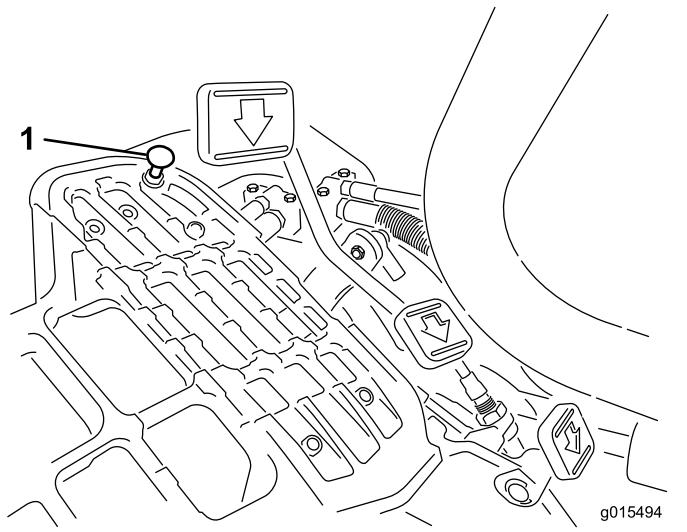

Bild 52
Treten Sie auf das Gaspedal. Wenn das Pedal den Anschlag erreicht (**Bild 52**), bevor das Kabel gespannt ist, müssen Sie die Einstellung ändern:
1. Lösen Sie die Bundsicherungsmuttern, mit denen der Pedalanschlag an der Bodenplatte befestigt ist (**Bild 52**).